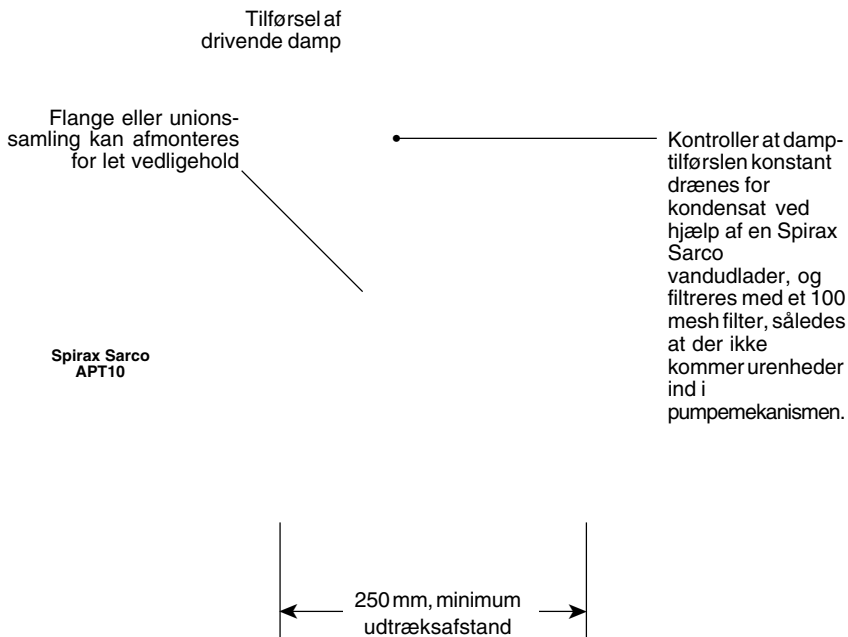

Fig. 10 Forslag til tilslutning af drivmiddel og udstødning.
### 3.3 Tilslutning (se installationsdiagrammet Fig. 10, modsat)
**4.1** Efter kontrol af om indløbsrør og afgangsrør forbindelser samt forbindelserne for drivmiddel og udstødning er monteret i.h.t. Fig.10/11, åbnes der langsomt for tilførslen af den drivende damp til APT10 pumpe udladeren. Kontroller at udstødnings-/balancerøret er åbent og fri til passage.